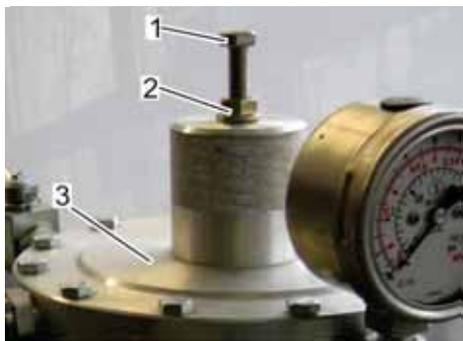

Abb. 26: Sollwertesteller des Messwerks bedienen
1. Die Sechskantbundmutter (Abb. 26/2) mit einem Gabelschlüssel SW 13 gegen den Uhrzeigersinn lösen.
2. Den Sollwert des Ausgangsdrucks durch langsames Linksdrehen des Sollwertestellers (Abb. 26/1) des Messwerks (Abb. 26/3) absenken, bis die Reserveschiene die Gasversorgung übernimmt.
3. Die Sechskantbundmutter (Abb. 26/2) mit einem Gabelschlüssel SW 13 in Uhrzeigersinn festdrehen.